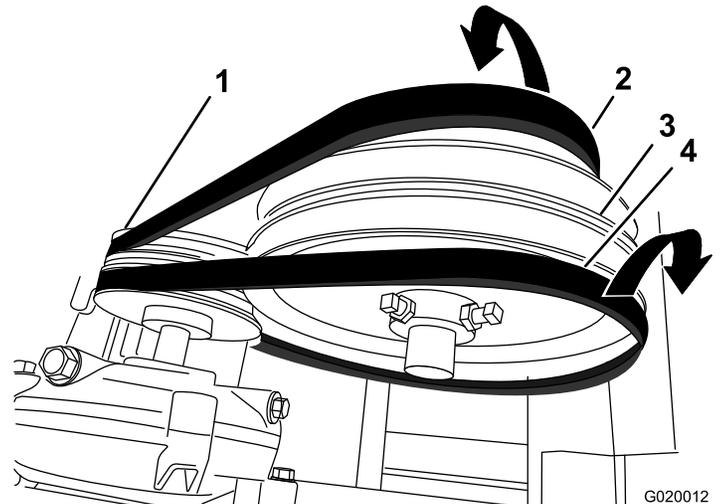

Figura 73
4. Deslice la correa delantera hacia adelante y retírela de la polea tensora (Figura 73).
5. Deslice la correa trasera hacia atrás y retírela de la polea tensora (Figura 73).